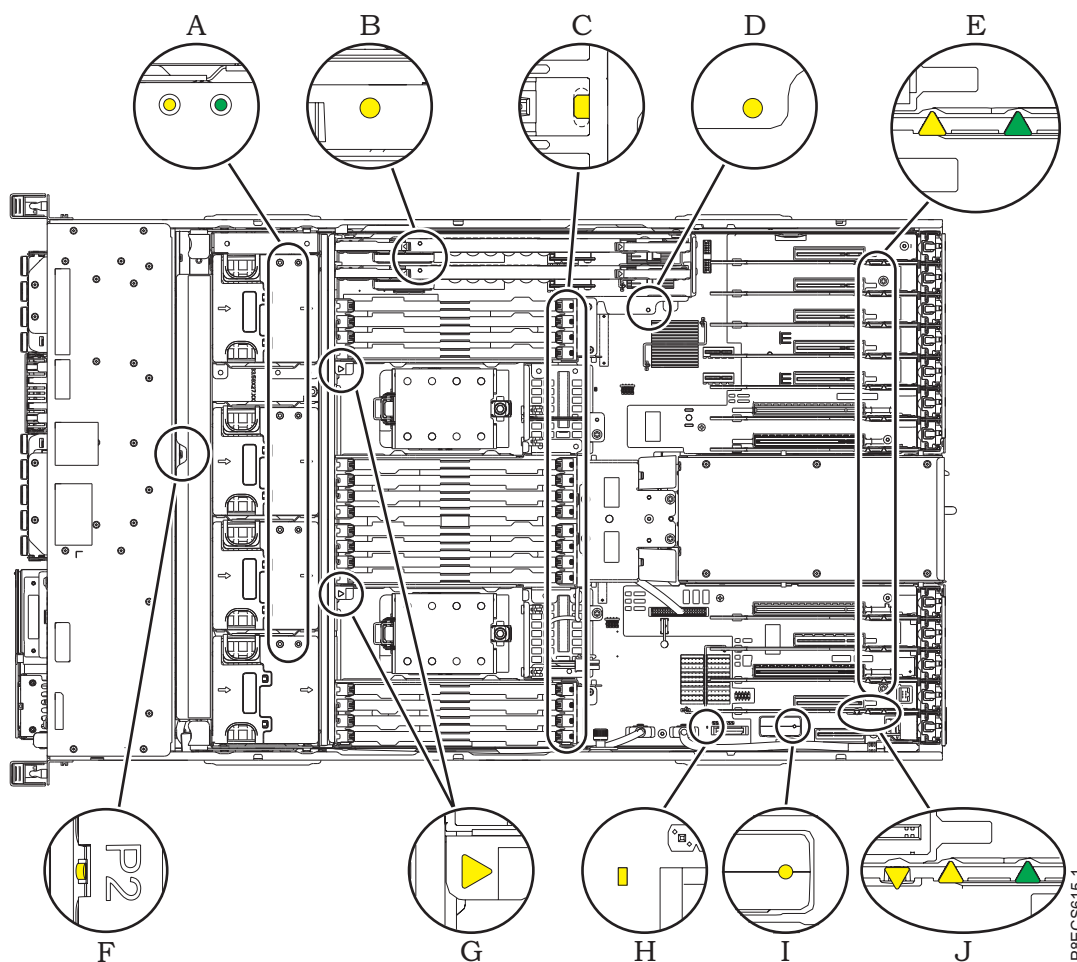

Figure 1. Voyants d'activité
7. Recherchez le voyant orange (G) du module processeur système que vous retirez. Pour plus d'informations, voir figure 1.